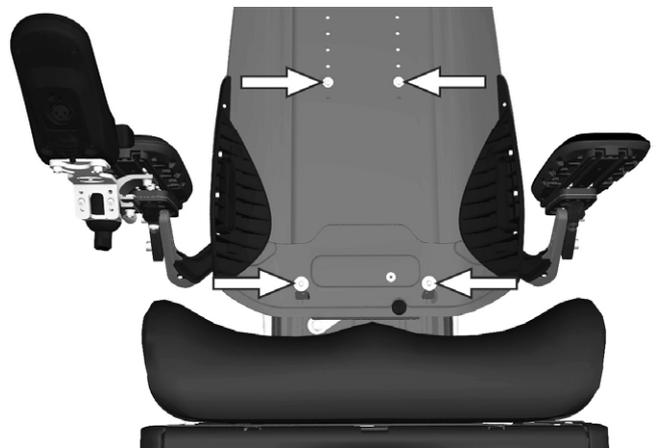

Abbildung 150. Das untere Blech der Rückenlehne ist an vier Sperrvorrichtungen montiert.
- Unteres Blech der Rückenlehne anbringen, indem man die vier „Schlüssellocher“ an die Sperren anpasst und dann das Blech gerade nach unten schiebt. Siehe Abbildung. 150.